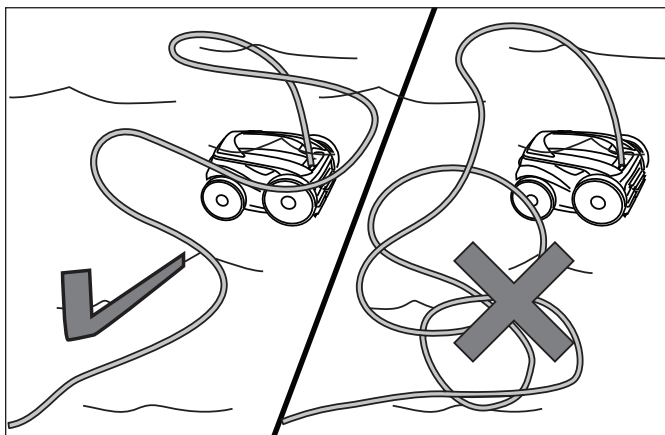

Figure 15. Étendre le câble flottant sur la piscine
3. Étendre le câble flottant sur l'eau de la piscine et s'assurer que le câble n'est pas noué ni emmêlé. Se référer à la Figure 15.